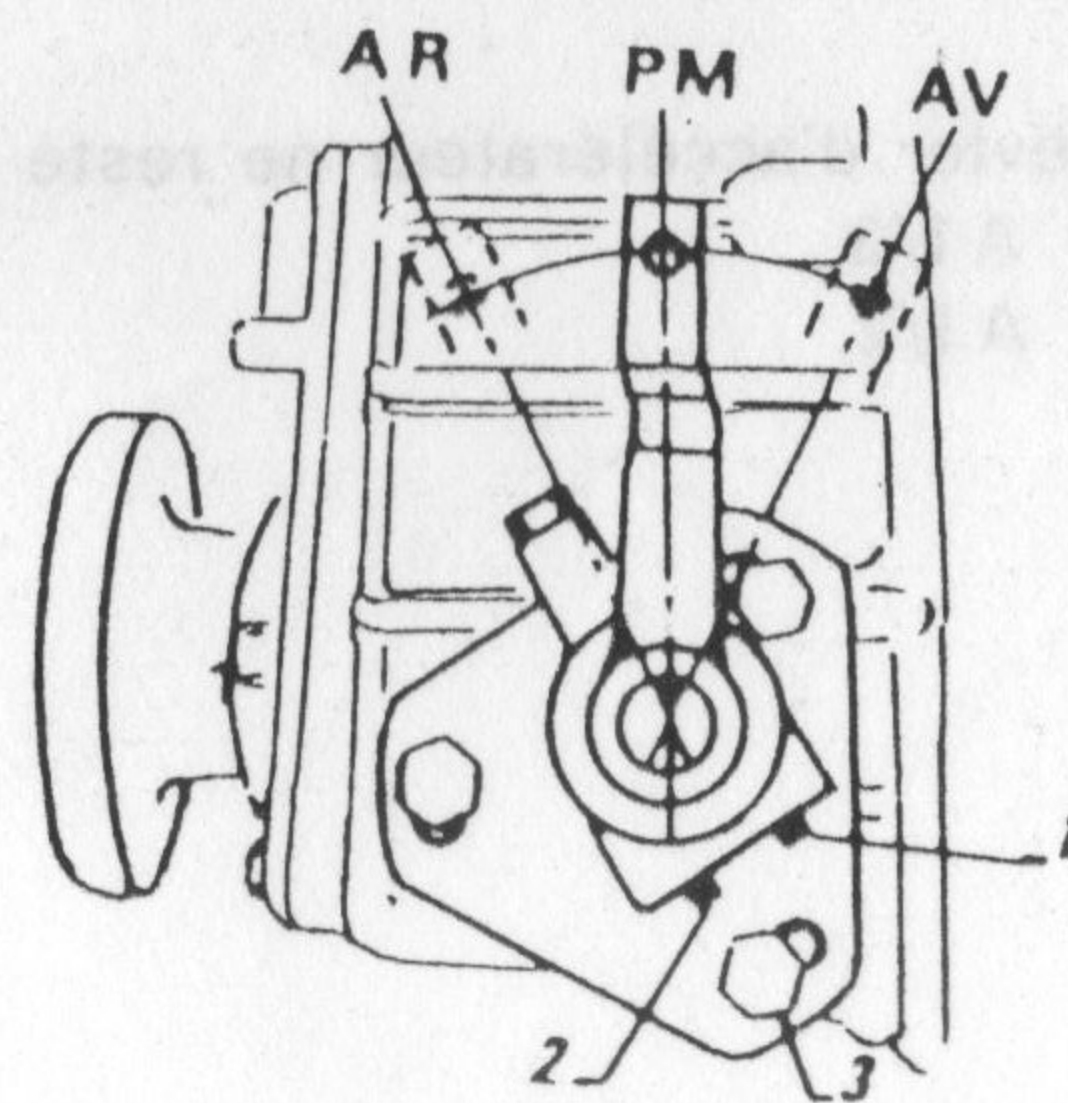

Fig. E12
- débloquer et dévisser les vis autoserrantes de butée «1» et «2» (Fig. E12) et les vis «3» de fixation du flasque d'embrayage.
- untighten and unscrew the selflocking screws of stops «1» and «2» (Fig. E12) and the clutch flange fixation screws «3».